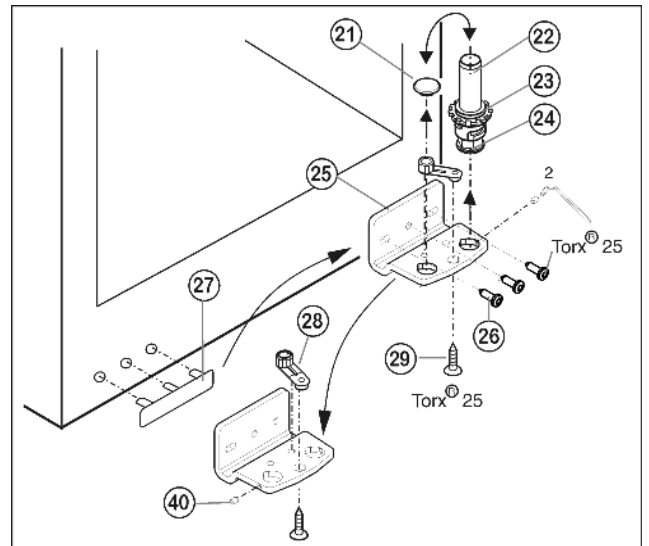

Fig. 6
- Borgpen Fig. 6 (40) met de meegeleverde inbussleutel ca. 1 omwenteling uitdraaien.
- Lagerbout Fig. 6 (22) compleet met schijfje Fig. 6 (23) en stelootje Fig. 6 (24) naar boven eruit draaien.
- Stop Fig. 6 (21) eraf halen.
- Lagerbus Fig. 6 (25) losschroeven Fig. 6 (26).
- Borgpen Fig. 6 (40) geheel uitdraaien en aan de tegenoverliggende zijde in de lagerbus draaien, tot de pen op één lijn met de lagerbus ligt.
- Lagerdeel Fig. 6 (28) losschroeven Fig. 6 (29) en in het tegenoverliggende opnamegat van de lagerbus omzetten en weer vastschroeven.
- Stop Fig. 6 (21) weer in het andere gat aanbrengen.
- Afdekking aan de greepzijde Fig. 6 (27) voorzichtig optillen en op de tegenoverliggende zijde plaatsen.
- Lagerbus Fig. 6 (25) aan de nieuwe scharnierzijde evt. met behulp van een accuschroevendraaier weer **goed (met 4 Nm)** vastschroeven.
- Lagerbout Fig. 6 (22) compleet met schijfje en stelootje weer aanbrengen.
- Borgpen Fig. 6 (40) vastdraaien.
- ▶ Plaats de deur van boven op de lagerbout beneden Fig. 6 (22).
- ▶ De deur eventueel via de beide langsgaten in de lagerbus onder Fig. 6 (25) ten opzichte van de kast uitlijnen. Daartoe middelste schroef uitdraaien.